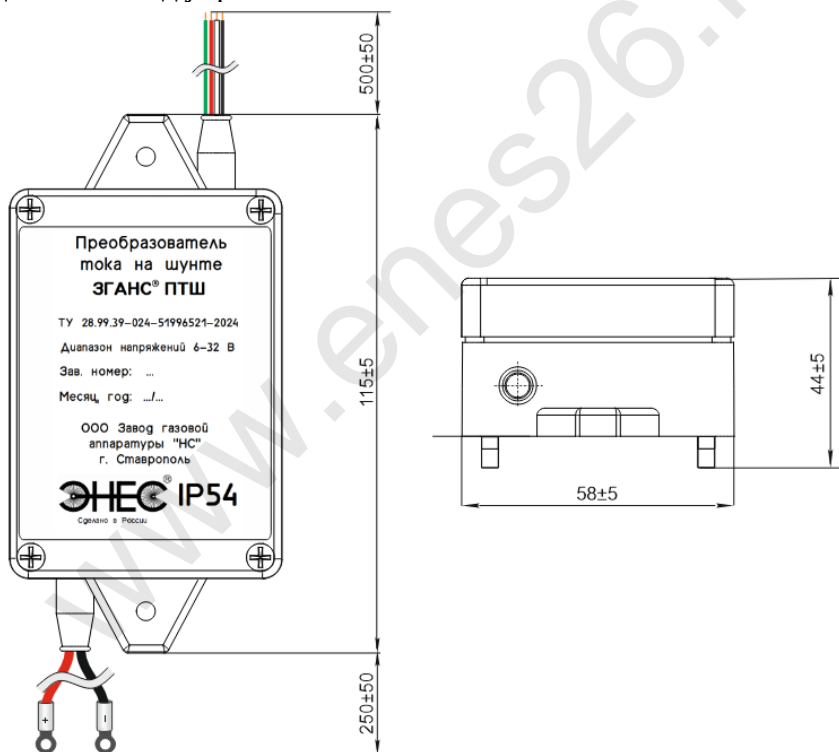

Рисунок 1
4.1 Конструктивно ПТШ выполнен в виде единого блока (рис. 1).